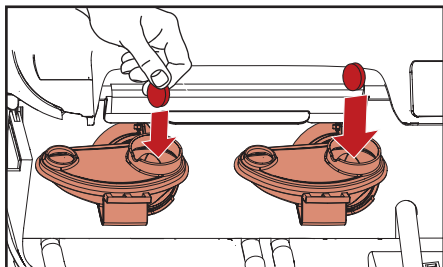

Рис. 5.6 — Вставьте Rinza таблетки
4. Вставьте пластины очистки Rinza в оба смесительных бачка (рис. 5.6).
- viii. Вставьте панель очистки Rinza в оба смесительные бачка (рис. 5.6).